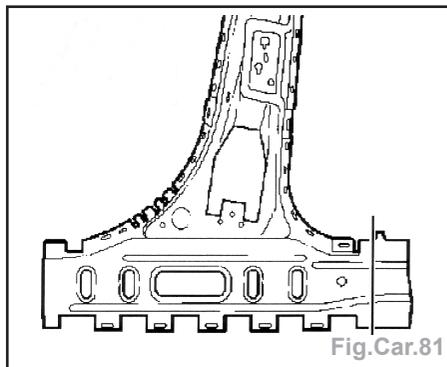

Fig.Car.81
- Ajuster le montant B intérieur inférieur (pièce neuve), éventuellement retoucher la pièce neuve et la carrosserie (Fig. Car.81).
- Enlever le montant B intérieur et découper des trous oblongs avec une pince à perforer de $\varnothing 5,5$ mm longueur totale environ 20 mm (Fig.Car.81).